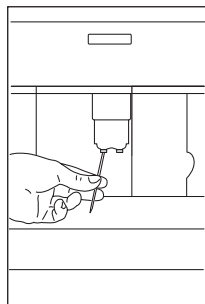

Fig. 34
- ▶ Verifique regularmente se os orifícios do bico de café não estão bloqueados. Se necessário, remova os depósitos de café com um palito (Fig. 34).